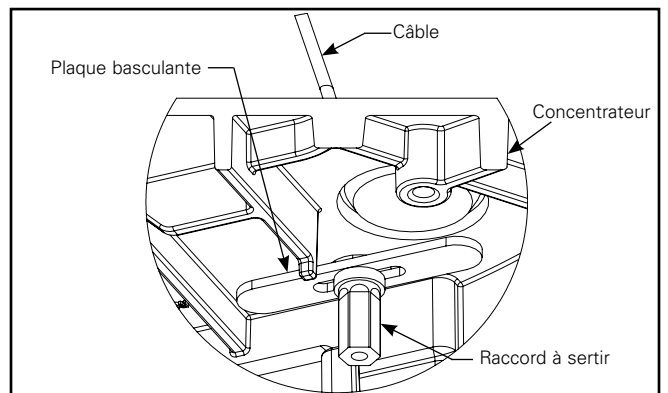

Figure 3.3.
- C. Une fois qu'elle est insérée, assurez-vous que la surface épaisse de la plaque basculante est parallèle à la surface supérieure et n'obstrue pas les nervures sur le couvercle supérieur du concentrateur (figure 3.3). Mettez l'unité à niveau en effectuant des ajustements à mi-chemin du jeu de câble à 4 points.